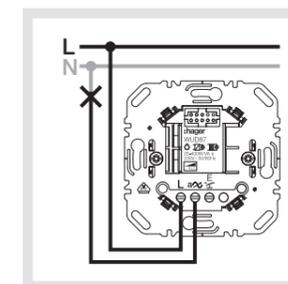

Bild 3: Tastdimmer
- Tastdimmer und optional Nebenstellen gemäß Anschlussplan (Bild 3 bis 6) anschließen.